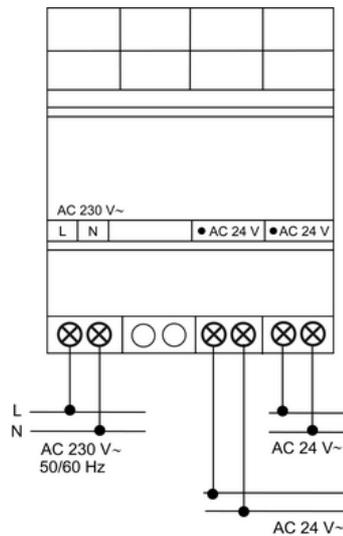

Figura 1
- Collegare l'apparecchio come da schema di collegamento (figura 1).